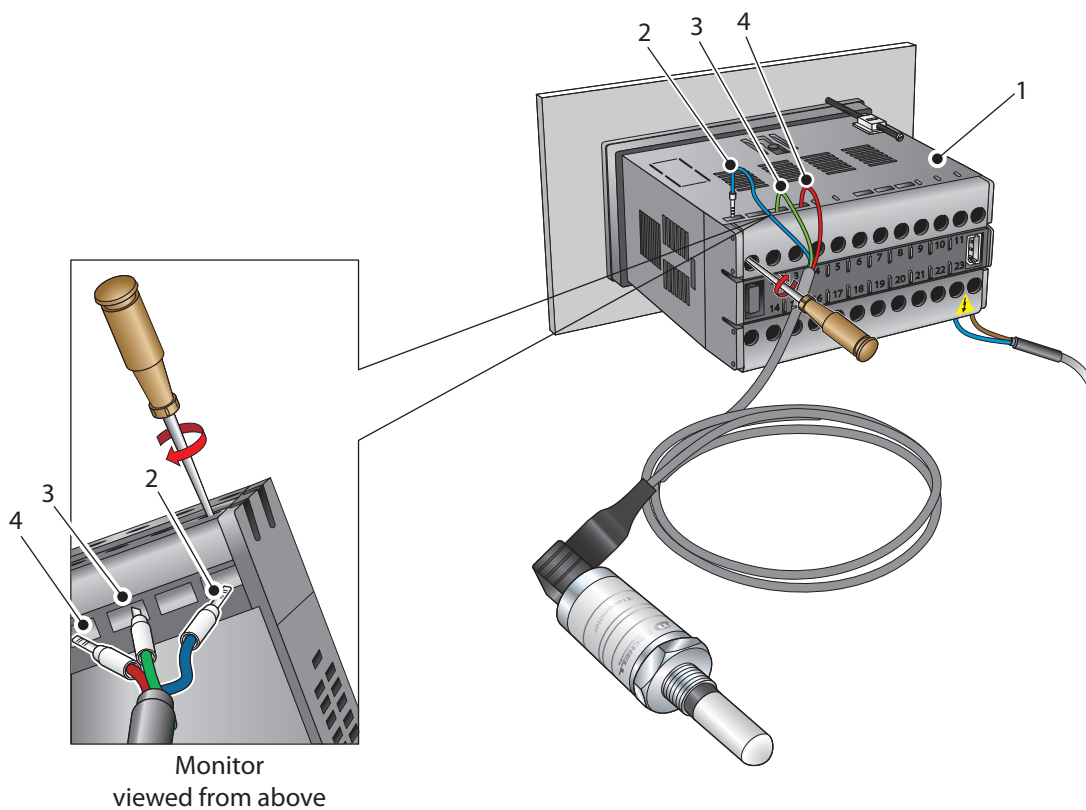

Figure 11 *Branchements du transmetteur*
Brancher le câble du transmetteur sur l'indicateur de processus (1) comme indiqué dans la figure 11.